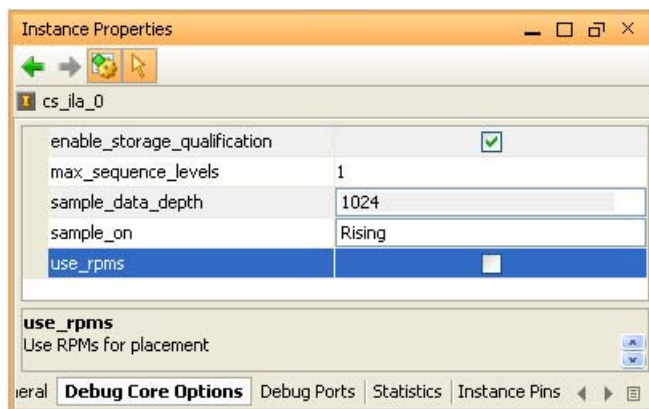

図 12-7：[Instance Properties] ビュー：デバッグ コア
2. 418 ページの図 12-7 のように、[Instance Properties] ビューで [Debug Core Options] を選択し、デバッグ コアのパラメーターを設定します。